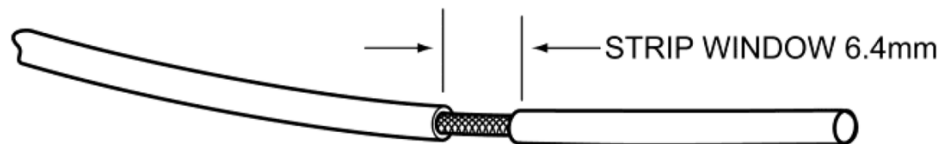

Figure 5-1.
- Dénudez un fil blindé simple ou double selon l'exemple de la figure 5-1 (CASA AC 21-99) en tenant compte que le manchon thermique se situera à 3 pouces (7,5 centimètres) de l'extrémité du fil :